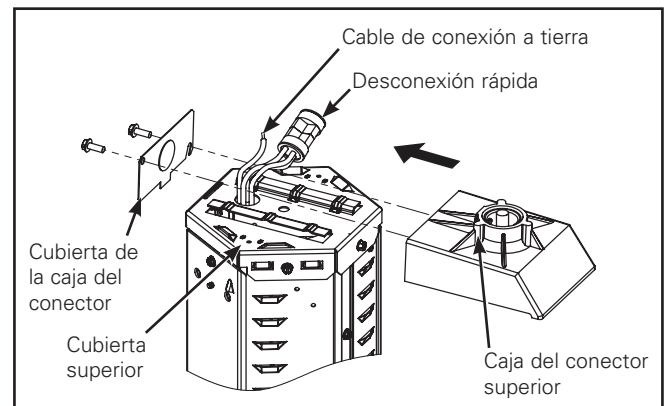

Figura 3.
1. Deslice la caja del conector superior en la cubierta superior (Figura 3).